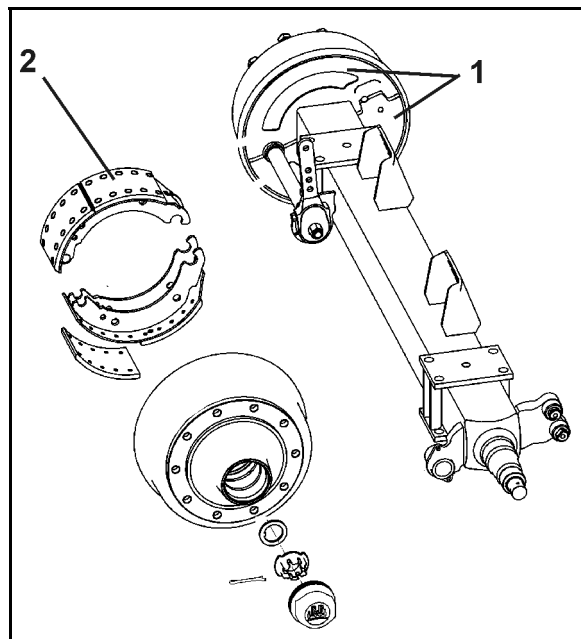

Fig. 111
1. Deșurubați ambele apărători (Fig. 111/1) de pe partea interioară a tamburului de frânare.
Murdăria pătrunsă se poate depune pe garniturile de frână (Fig. 111/2) diminuând considerabil performanțele la frânare.